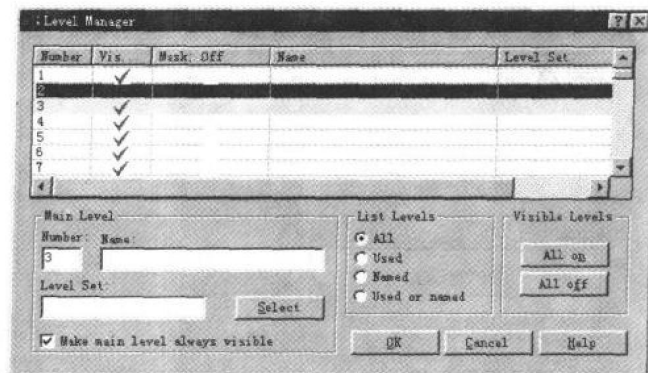

图1-6 图层设定
11. 选择子菜单中的 **Level** 命令，系统弹出如图 1-6 所示的图层设定对话框，在【Number】栏内输入“3”，关闭第 2 层，单击 **OK** 按钮。